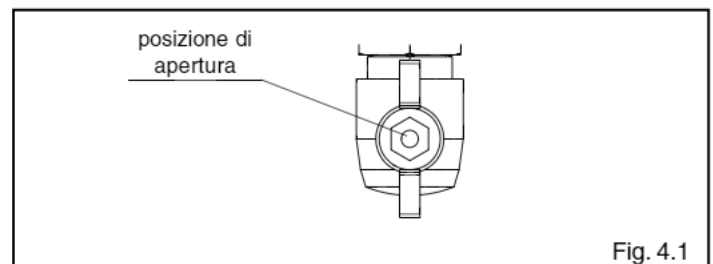

Fig. 4.1
- aprire il rubinetto ruotando in senso antiorario la manopola per permettere il flusso del combustibile (fig. 4.1)